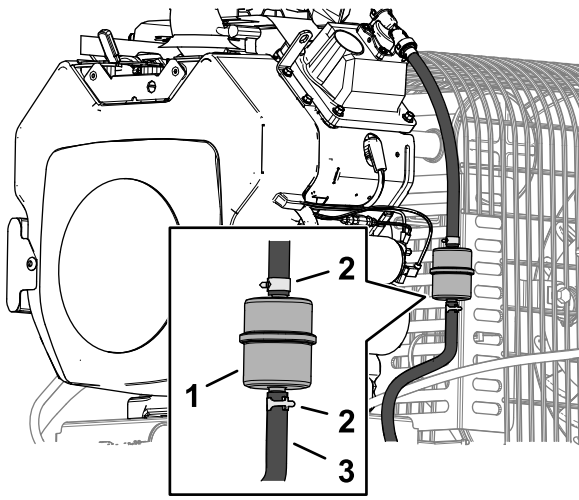

図 40
3. 古いフィルタのクランプをゆるめて脇に寄せる (図 40)。
5. 新しいフィルタをホースに取り付け、クランプで固定する 図 40。
3. 燃料フィルタについているクランプをゆるめ、フィルタからはずす 図 40。
4. 燃料フィルタから燃料ホースを抜き取る 図 40。
注 落ちてくる燃料を燃料容器または廃油受けに受ける 図 40。
5. フィルタに燃料ホースをつなぎ、クランプで固定する(図 40)。